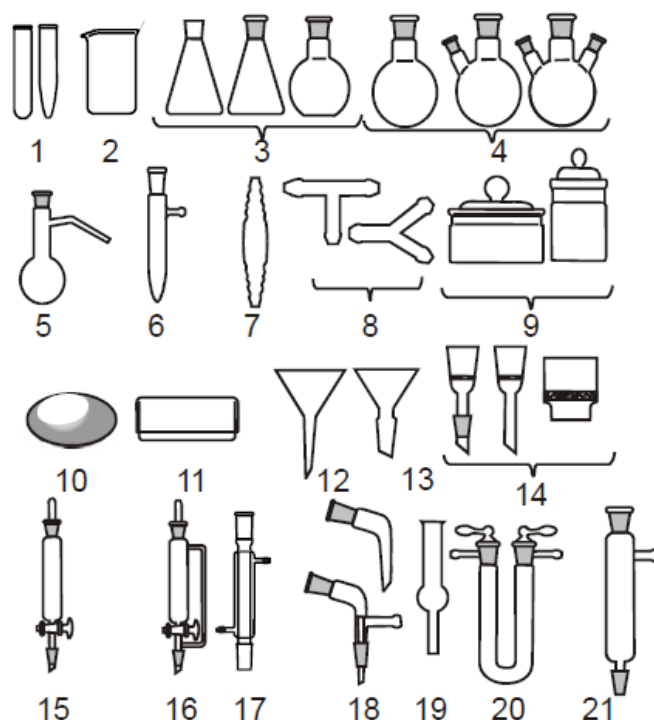

Рис. 1. Стеклоянная химическая посуда из тонкого стекла:
Наиболее часто в химических лабораториях употребляется стеклоянная посуда, изображённая на рис. 1.
Оксид углерода (IV) или углекислый газ получают в аппарате Киппа (рис.1) действием раствора соляной кислоты с массой долей 20% на мрамор: